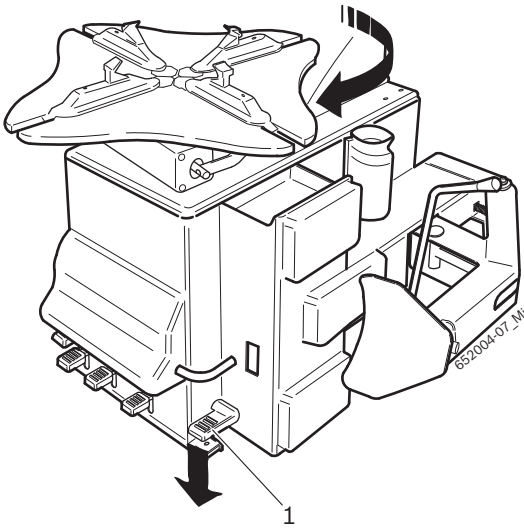

Fig. 2: Dönüş yönünün kontrolü.
**!** TCE 4335'un düzenli çalışması için, Fig. 2'de (1) gösterilen pedala basarak, sıkıştırma flanş dönüş yönünün saat yönünde olması büyük önem taşımaktadır.